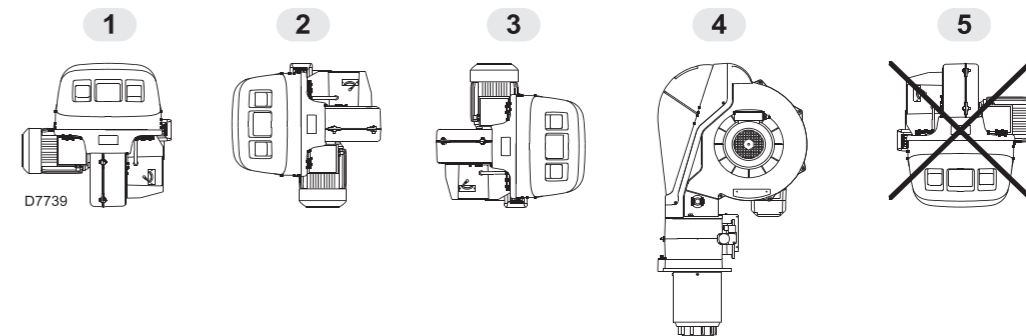

图 10
- 燃烧器设计为仅能安装在位置 1, 2, 3 和 4 ( 图 10)。